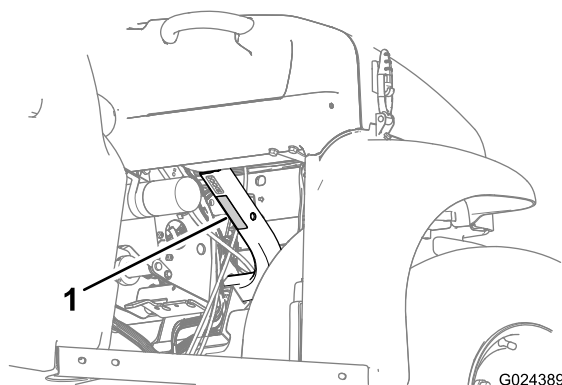

Figure 22
- Respectez la capacité de charge nominale de la machine et limitez le poids de la charge transportée sur le plateau comme décrit dans Caractéristiques techniques (page 17) et indiqué sur l'étiquette du poids total en charge de la machine (Figure 22).